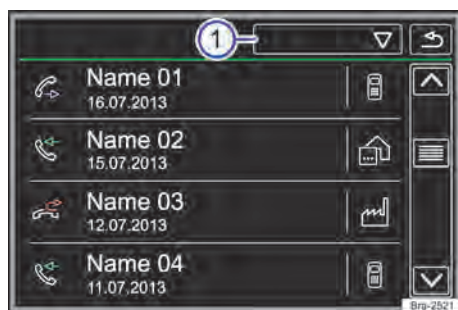

Fig. 140 Menu Chamadas (listas de chamadas).
Tocar na superfície de função  → Fig. 140 ①.